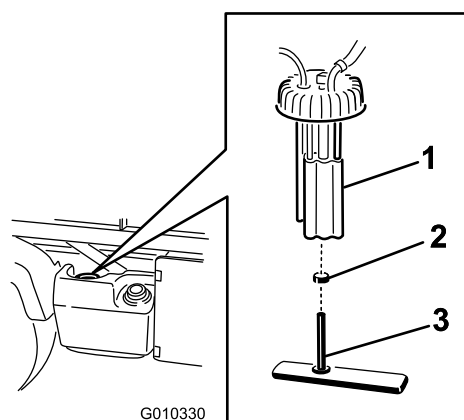

Figura 48
2. Estraete i connettori di cablaggio fili dalla pompa del carburante (Figura 48).
3. Allentate la fascetta stringitubo e scollegate i tubi del carburante dal tappo della pompa del carburante (Figura 48).
4. Togliete il tappo della pompa del carburante dal serbatoio del carburante (Figura 48).
5. Rimuovete il gruppo pompa e filtro del carburante dal serbatoio (Figura 48).
7. Rimuovete il tubo dai raccordi (Figura 48).